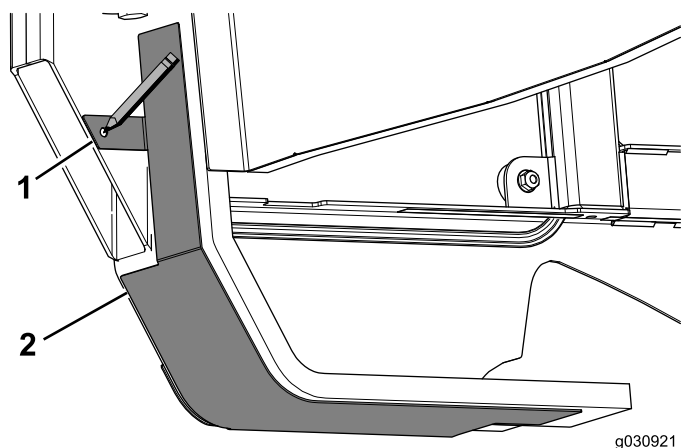

Рисунок 27
3. Наметьте и просверлите отверстие достаточного диаметра под болт (1/4 x 3/4 дюйма), чтобы закрепить выступ на панели в сборе (Рисунок 27).